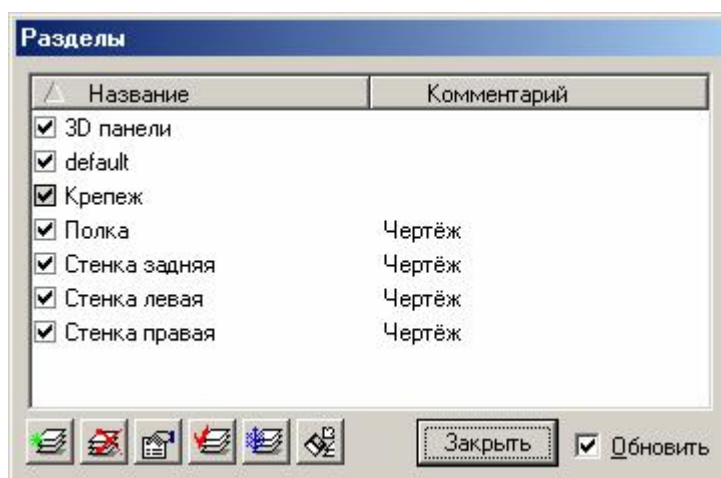

Рис. 105 Диалоговое окно **Разделы**
1. Открыть диалоговое окно управления разделами (рис. 105), нажав кнопку  (**Разделы**) на панели **Установки редактора** или клавишу **F4**.